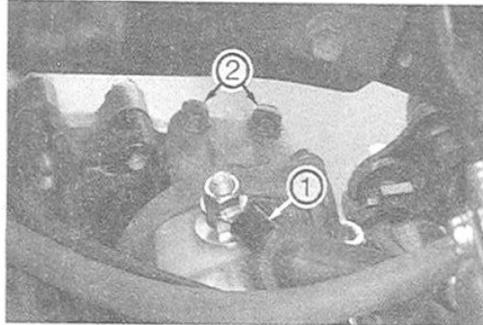

Bild 62
- Plus-Kabel von Starter trennen, zwei Befestigungsschrauben herausdrehen und Starter unter Ruckeln nach rechts herausnehmen (Bild 62).
zen, Starter in Motor einbauen und anschliessen (Bild 62).